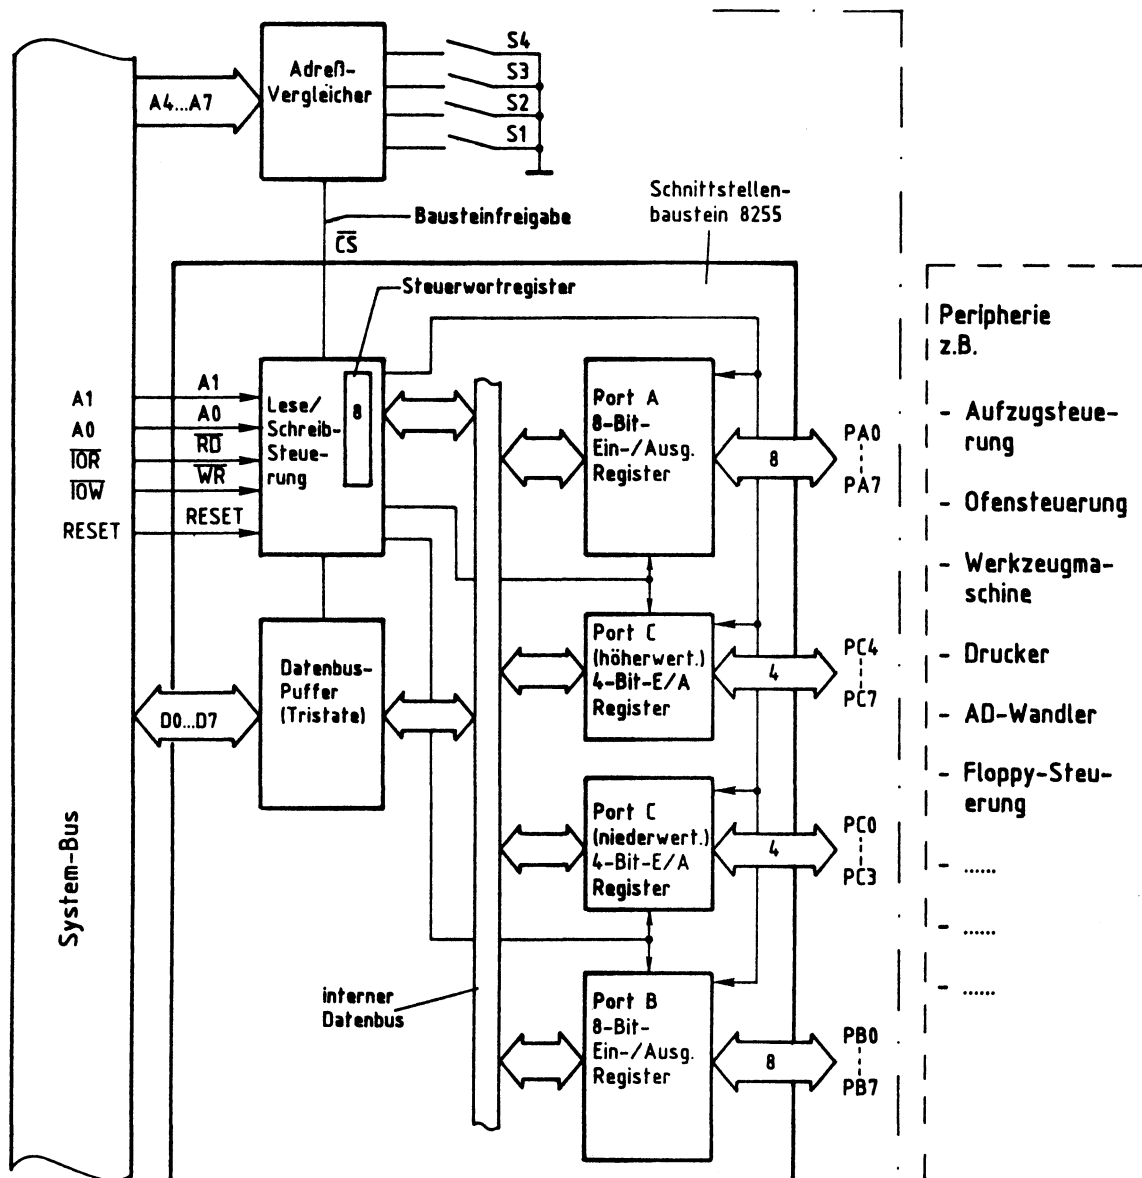

Bild 1: Blockschaltbild der "Programmierbaren Parallelschnittstelle" . . .
Bild 1 zeigt das Blockschaltbild der Baugruppe "Programmierbare Parallelschnittstelle", die aus den Schaltungsteilen "Adreßvergleich" und "Programmierbarer Schnittstellenbaustein (8255)" besteht. Vor der Behandlung spezieller Einzelheiten wird zunächst die grundsätzliche Wirkungsweise der Baugruppe anhand dieses Blockschaltbildes erklärt.
Beim Lesen der einzelnen Eingabeports, beim Ausgeben von Daten über die Ausgabeports und beim Einschreiben von Steuerworten in das Steuerwort-Register muß dem Baustein 8255 über die Adreßanschlüsse A0 und A1 mitgeteilt werden, welcher der vier internen Blöcke (drei Ports und ein Steuerwort-Register, siehe Bild 1) am gewünschten Datenverkehr beteiligt sein soll. Bild 4 zeigt die Adressierung der Blöcke durch die Adreßleitungen A0 und A1.
Nachdem der Mikroprozessor die Adresse eines der drei Ports oder des Steuerwort-Registers ausgegeben hat, steuert er durch L-Pegel auf einer der beiden Steuerleitungen $\overline{\text{IOR}}$ oder $\overline{\text{IOW}}$, ob er Daten aus dem Baustein lesen oder zum Baustein senden will. Die beiden Steuerleitungen sind mit den Bausteinanschlüssen $\overline{\text{RD}}$ und $\overline{\text{WR}}$ verbunden (Bild 1). Mit den Pegeln an diesen Eingängen wird innerhalb des Bausteins über die "Lese/Schreib-Steuerung" die Datenübertragungsrichtung gesteuert.
- Je ein 4-Bit-Kanal von Port C kann in Verbindung mit den Ports A und B verwendet werden (siehe auch Bild 1)